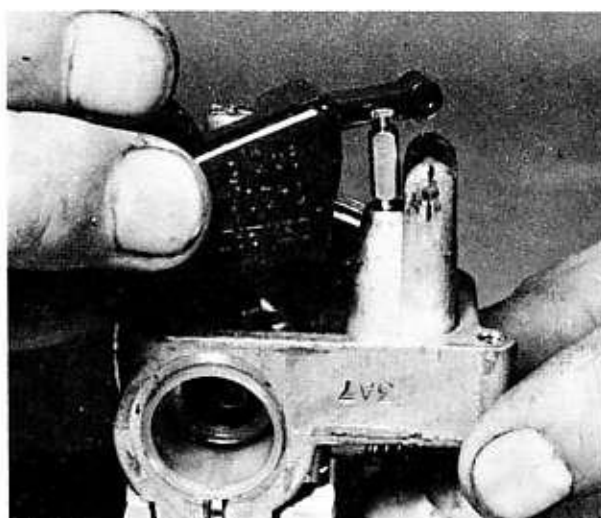

Bild 87
- Die beiden Befestigungsschrauben der Schwimmerkammer entfernen und die Schwimmerkammer abheben (Bild 86). Dabei darauf achten, dass der O-Ring nicht beschädigt wird. Die Schwimmerachse herausziehen und den Schwimmer ausbauen (Bild 87) und dabei darauf achten, dass die Schwimmernadel nicht verloren geht. Schwimmerkammer und Schwimmernadel müssen